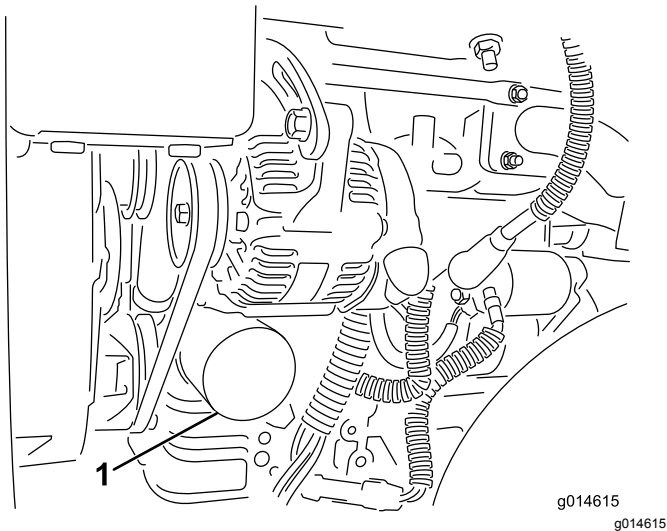

Figura 41
2. Togliete il filtro dell'olio (Figura 41). Spalmate un leggero strato di olio pulito sulla nuova guarnizione del filtro.